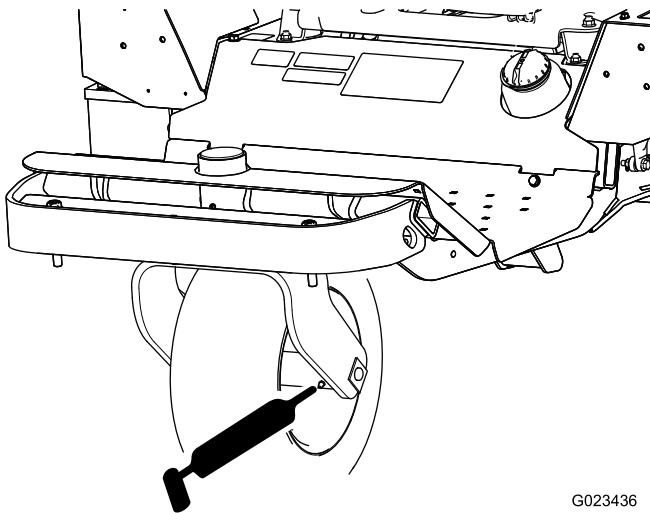

Figura 34
- Rolamento da roda dianteira (1)—Figura 34